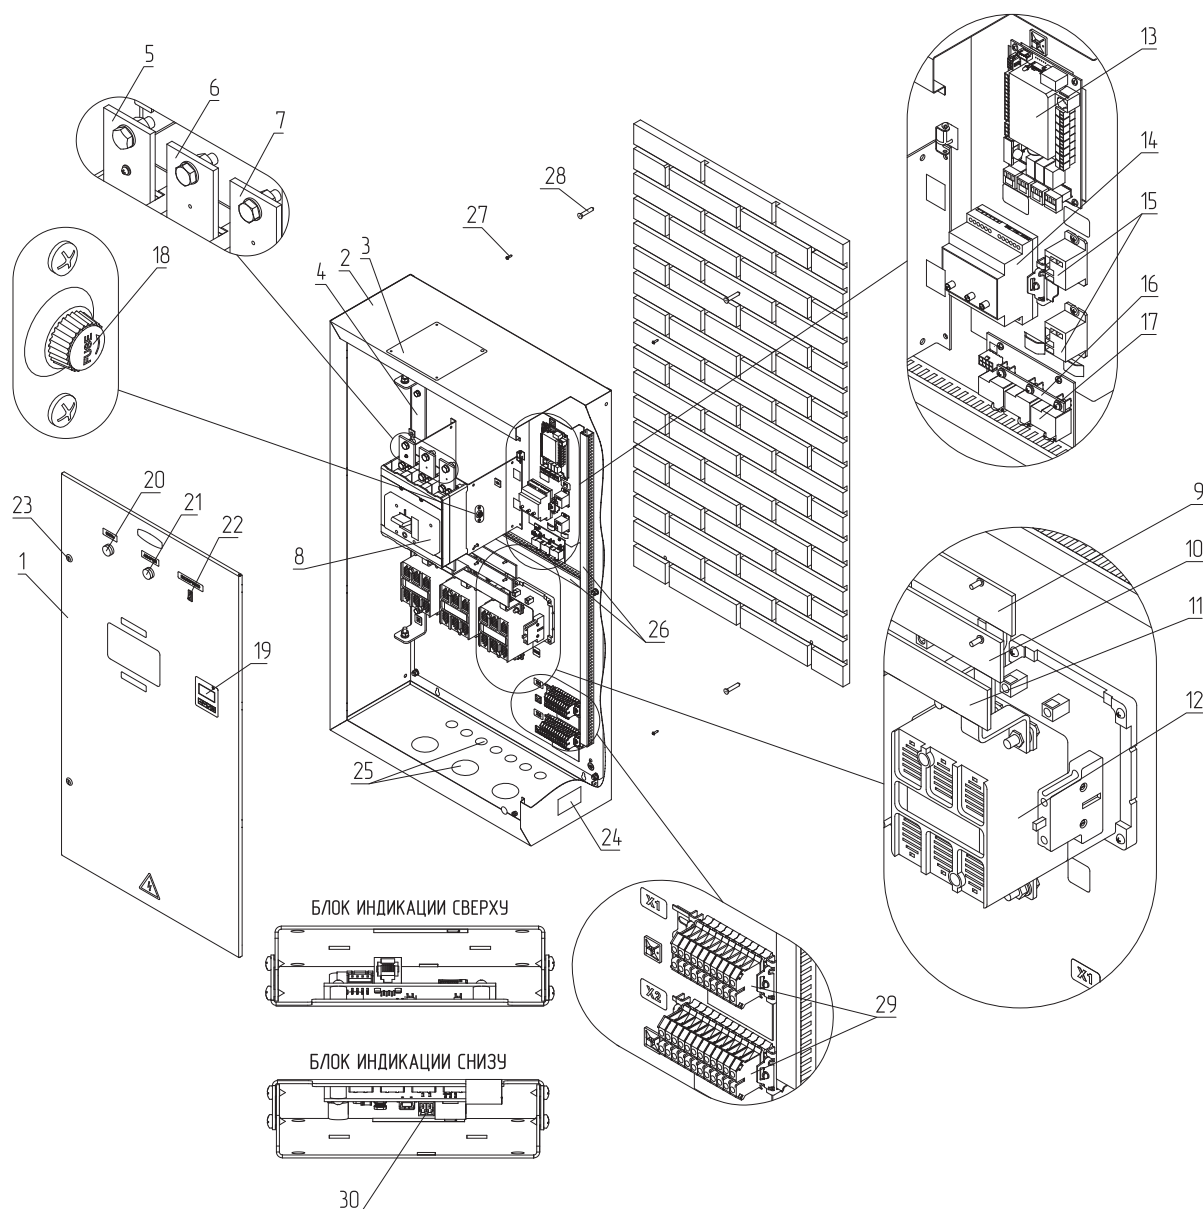
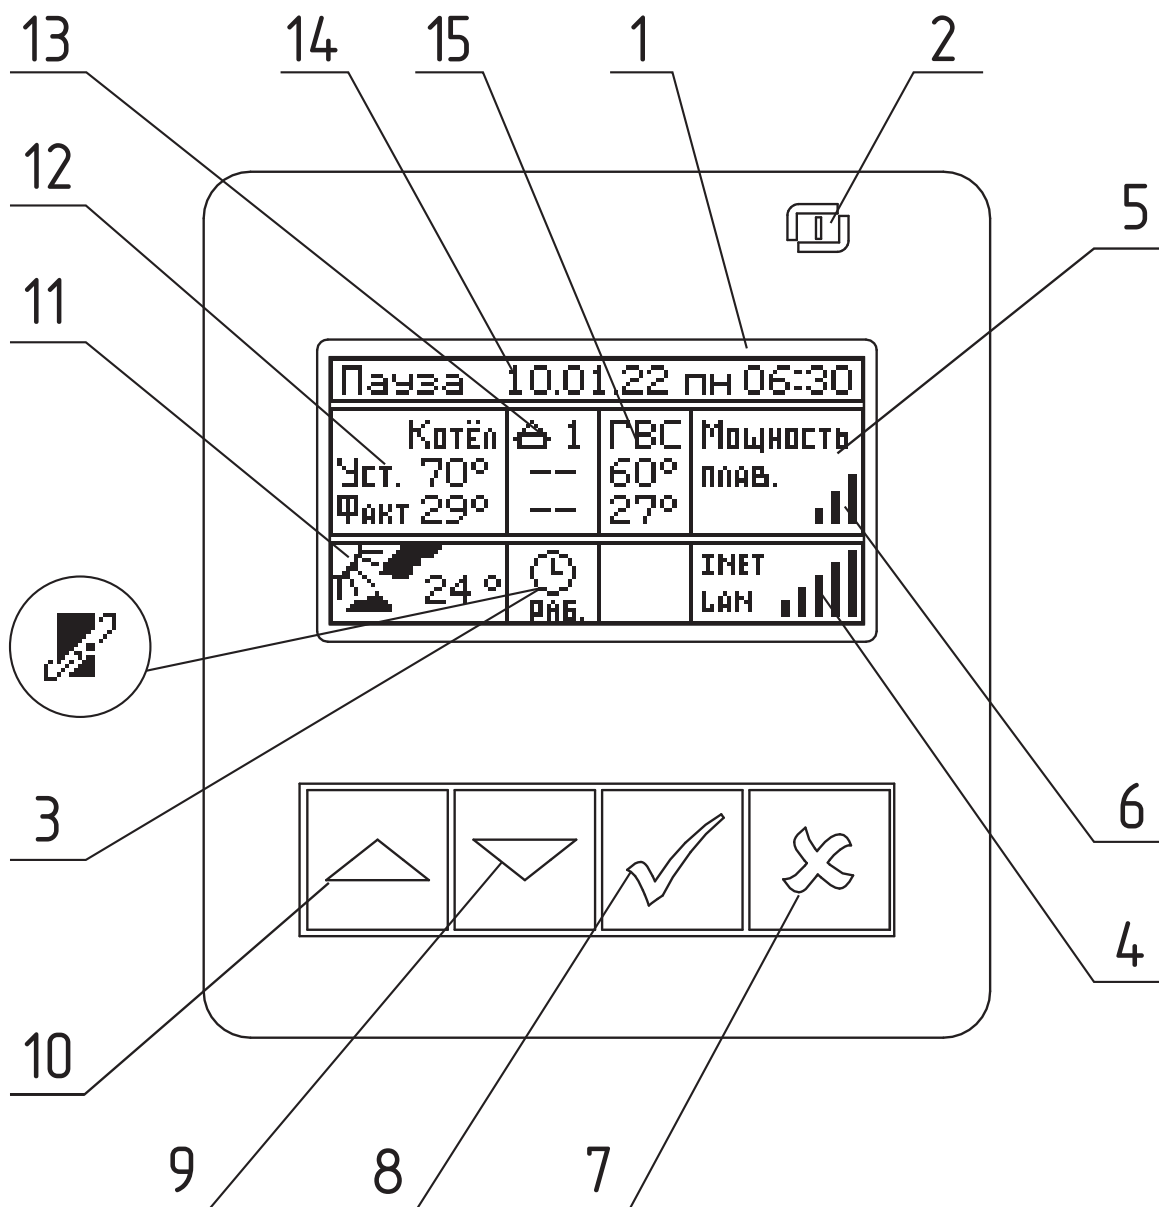

Рис.1 Конструкция панели управления
Рис.3 Расположение органов управления и индикации на передней панели
- Открыть дверь пульта управления (**Рис.1, поз.1**), предварительно отомкнув замок (**Рис.1, поз.23**) с помощью ключей, входящих в комплект;
- Ввести кабели питания и управления в отверстия под заглушкой (**Рис.1, поз.4**), закрепить их и подсоединить к зажимам внутри щита;
4. Закройте дверь пульта управления (**Рис.1, поз.1**) и замкните замок (**Рис.1, поз.23**).
Для подготовки первого включения панели управления после монтажа необходимо включить автоматический выключатель (**Рис.1, поз.8**). Перевести выключатель (**Рис.1, поз.22**) в положение ВКЛ. После этого на блок управления подается питающее напряжение, блок индикации переходит в ждущий режим и загорается индикатор (**Рис.1, поз.2**).
Для включения котла удерживать кнопку «ВВОД» на передней панели блока индикации в течении трех секунд, после этого гаснет индикатор (**Рис.1, Рис.3, поз.2**) и котел переходит в рабочий режим.
Описание органов управления и индикации на передней панели приведено на **Рис.3**.
Во время отображения основного экрана нажатием кнопок «ВНИЗ» и «ВВЕРХ» (**Рис.3, поз.9, поз.10**) можно переключиться на дополнительные экраны: